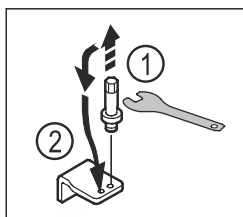

Fig. 17
- Draai de bout van de onderste lagersteun los met een SW5-inbussleutel. Fig. 17 (1)
- Plaats de bout aan de andere kant. Fig. 17 (2)